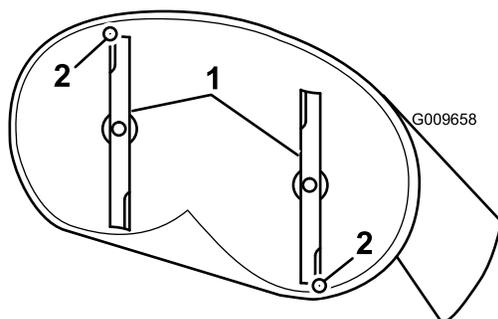

Figure 55
- Faites pivoter les lames avec précaution pour faire passer les pointes avant à l'arrière (Figure 55).
- Une fois le réglage effectué, vérifiez à nouveau l'inclinaison avant/arrière des lames. Poursuivez le réglage de l'écrou jusqu'à ce que la pointe avant de lame soit de 1,6 à 7,9 mm (1/16 à 5/16 po) plus bas que la pointe arrière (Figure 55).